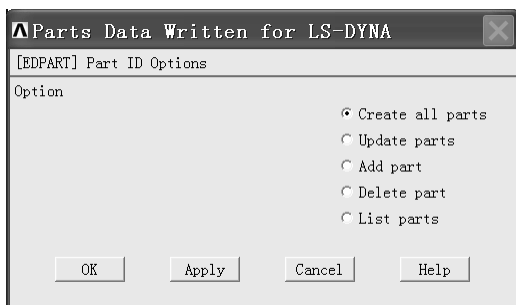

图 10-22 “Parts Data Written for LS-DYNA”窗口
(1) 依次选择 Main Menu>Preprocessor>LS-DYNA Options>Parts Options, 弹出“Parts Data Written for LS-DYNA”窗口(见图 10-22)。